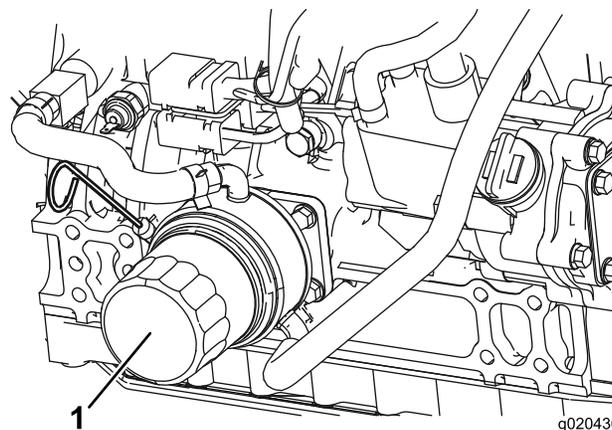

Figura 50
2. Togliete il filtro dell'olio (Figura 50). Applicare un velo di olio pulito sulla tenuta del nuovo filtro prima di avvitarla. **Non serrate troppo.**